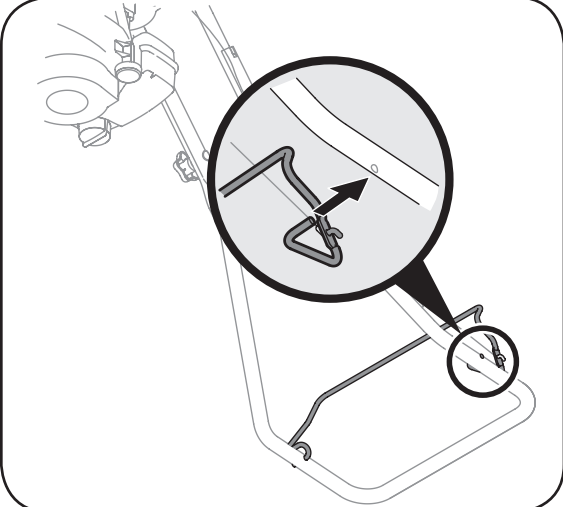

Figure 3-5: Installez l'extrémité droite de la commande d'embrayage des dents.
6. Serrez la commande de l'embrayage des dents vers l'intérieur. Enfoncez l'extrémité droite dans le trou sur la droite du guidon supérieur, Figure 3-5.